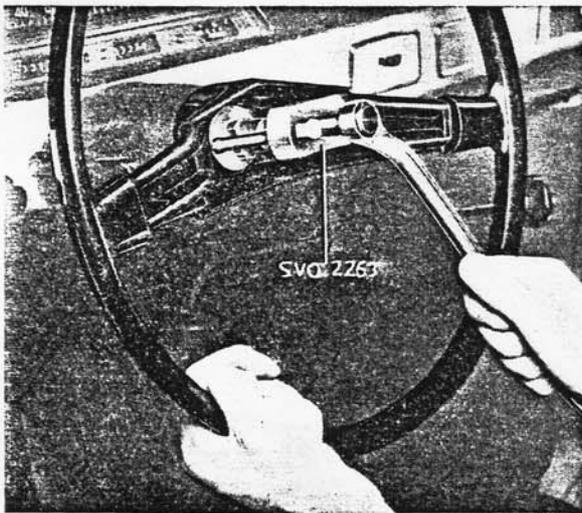

Bild 6-18. Lenkrad ausbauen
3. Blinklichtschalter in neutrale Stellung bringen. Lenkrad mit Abziehvorrichtung SVO 2263 abziehen, siehe Bild 6-18.